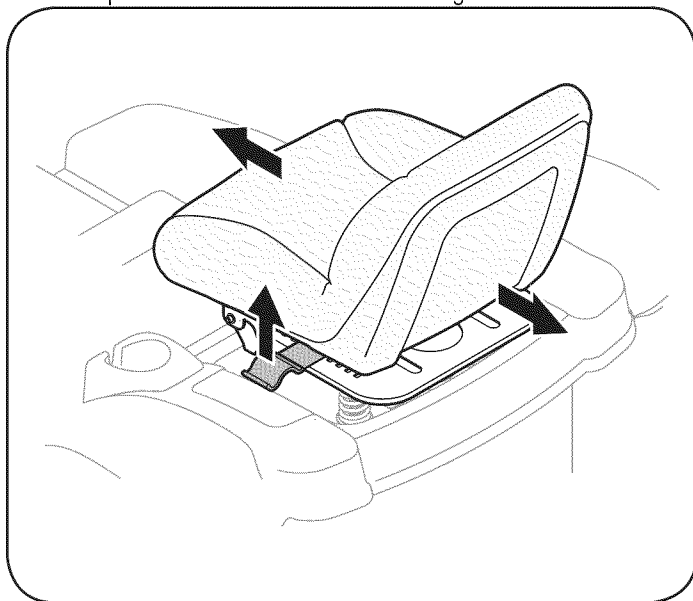

Figura 14
1. Siéntese en el asiento, tome la palanca de ajuste que está del lado izquierdo del asiento y tire hacia arriba para desengancharla de la placa divisora del asiento. Vea la Figura 14.
2. Deslice el asiento a la posición deseada. Vea la Figura 14.